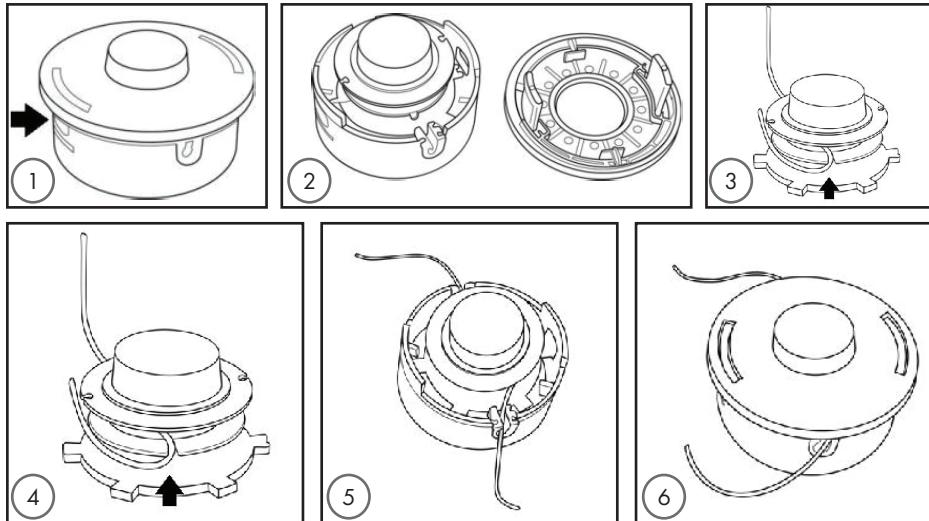

Рис. 7
- Ваш бензотриммер укомплектован кассетой с усовершенствованной конструкцией, позволяющей максимально быстро и просто производить заправку лески (рис. 7).
1. Нажать на фиксирующие защёлки сбоку головки (1) и снять крышку (2) (рис. 7).
4. Вставить триммерную леску в место перегиба в центральный паз, расположенный на средней направляющей катушки (3) (рис. 7).
5. Намотать оба конца триммерной лески ровными плотными слоями на катушку в направлении по часовой стрелке. Закрепить концы намотанной триммерной лески в предусмотренные для неё пазы (4) (рис. 7).
6. Установить катушку в головку триммера и закрепить её крышкой (5) и (6) (рис. 7).